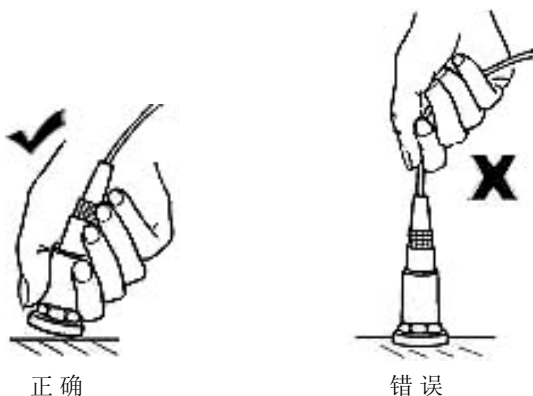

图 28 取放振动传感器的正确方法
7) 本机配置的 ICP 加速度传感器，内含高阻 MOS 器件，**它不能承受剧烈撞击和高温，应轻吸轻取，以免损坏。**吸上时，先斜向单边接触，再轻轻扶直吸平；取下时，先斜向单边扳离，再整体取下。请按图 28 所示的正确方法操作传感器。